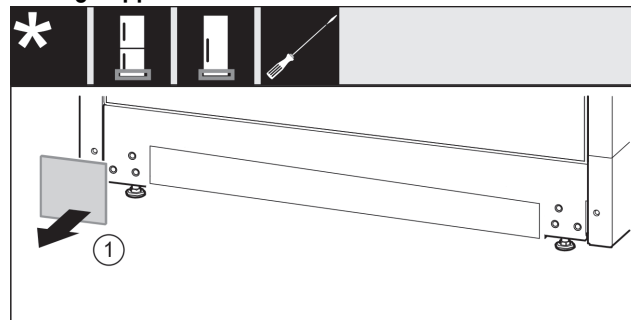

Fig. 29
- Rimuovere la copertura Fig. 29 (1).